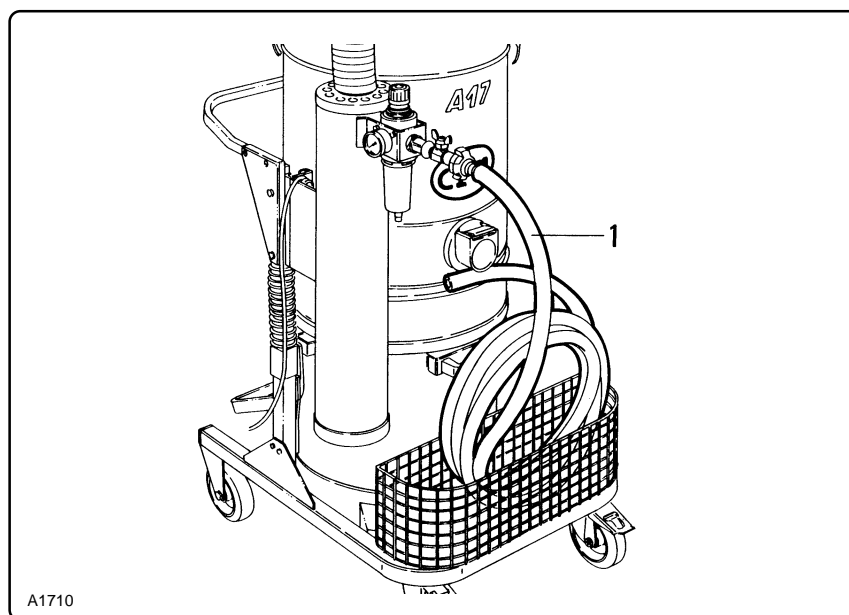

Fig. 5.2.1
5.2 - Collegamento all'impianto pneumatico (fig. 5.2.1)
5.2 - *Air plant connection (fig. 5.2.1)*